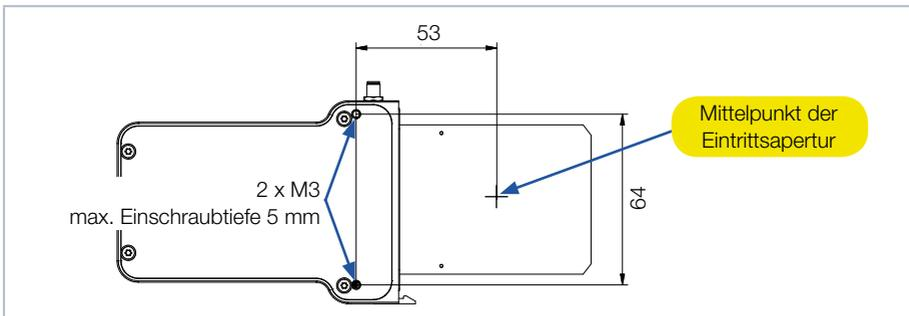

Abb. 6.2: Befestigungsgewinde im Gehäuse (Maße in mm)
2. Montieren Sie das Gerät mit den Befestigungsgewinden M3 an der Unterseite des Gerätes (siehe Abb. 6.2 auf Seite 22).
3. Schrauben Sie die zwei Befestigungsschrauben aus den Befestigungsgewinden M3 an der Unterseite heraus (siehe Abb. 6.2 auf Seite 22).